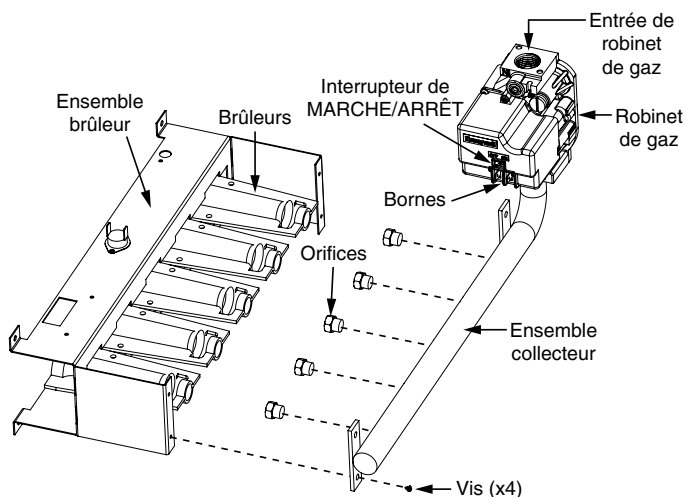

Figure 1. Brûleur et ensemble collecteur
5. Réglez l'interrupteur de marche/arrêt du robinet de gaz en position OFF (arrêt), tel qu'illustré à la Figure 1. Pour les robinets de gaz VR8205Q2381, tournez le bouton vers la position fermée (OFF).